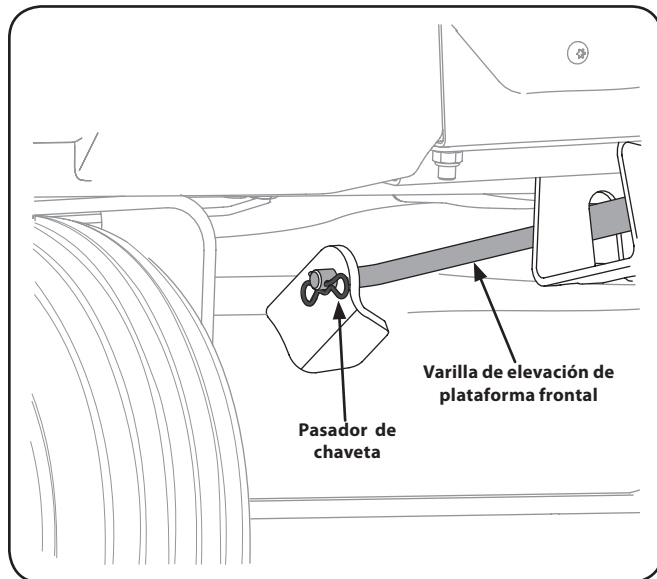

Figure 7-6
- Tire del pasador de chaveta hacia afuera de la varilla de elevación delantera de la plataforma que la sujeta a la plataforma. Consulte la Fig. 7-6. Deslice la varilla de elevación de la plataforma fuera de la ménsula de suspensión frontal.